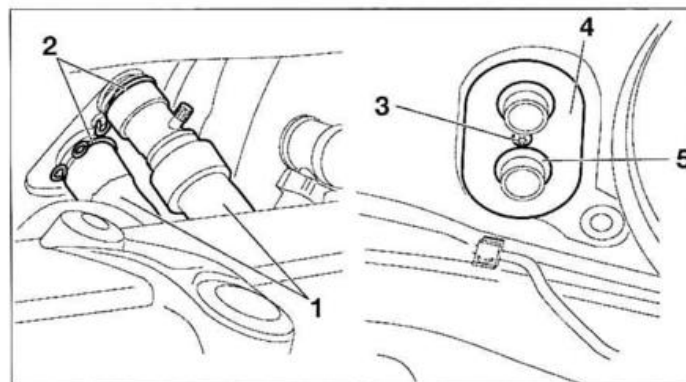

FIG. 16
- Desmontar el tornillo (3) (fig. 16).
- Desmontar la placa de sujeción (4) y la junta de estanqueidad (5).